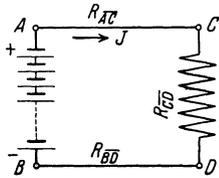

Abb. 8. Schaltung zu Aufgabe 50.
50. An den Klemmen A und B (Abb. 8) einer Batterie von mehreren hintereinandergeschalteten Elementen herrscht eine
51. Der Nutzwiderstand R_{CD} (Abb. 8) besteht aus einer Anzahl von Lampen, durch die 15 [12] A fließen. Die Widerstände der Zuleitungen AC und BD betragen zusammen $0,2$ [0,3] Ω . Welche Spannung herrscht zwischen C und D , wenn die Klemmenspannung der Stromquelle 67 [113,6] V beträgt?
52. Fünf Bunsenelemente (Abb. 8) von je 1,8 [1,85] V EMK und $0,2$ [0,25] Ω innerem Widerstande sind hintereinandergeschaltet. Der äußere Stromkreis besteht aus den beiden Zuleitungsdrähten AC und BD von je $0,08$ [0,05] Ω und dem Nutzwiderstande CD (parallelgeschaltete Glühlampen) von 3 [4,5] Ω .